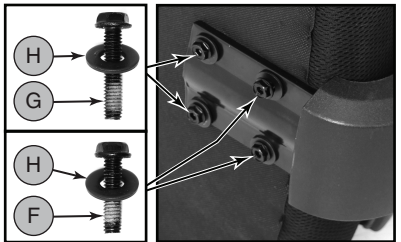

Figure 7
- Place the chair assembly on its side. Align the holes of the back bracket with the holes at the rear of the seat bottom, as shown in figure 6. **Loosely** attach the back bracket to the seat bottom using two screws (F), two screws (G), and 4 washers (H), as shown in figure 7. Do not fully tighten until all screws have been hand tightened. **THEN, TIGHTEN ALL SCREWS SECURELY** using Hex key (I), as shown in figure 8.
- Placez le fauteuil sur son côté. Alignez les trous du support de dossier avec les trous situés à l'arrière du dessous du siège, comme illustré à la figure 6. Fixez, sans le serrer, le support de dossier sur le dessous du siège à l'aide des deux vis (F), deux vis (G), et les 4 rondelles (H), comme illustré à la figure 7. Ne serrez fortement les vis qu'après les avoir préalablement toutes serrées à la main. **SERREZ ALORS FORTEMENT TOUTES LES VIS** à l'aide de la clé hexagonale (I), comme illustré à la figure 8.